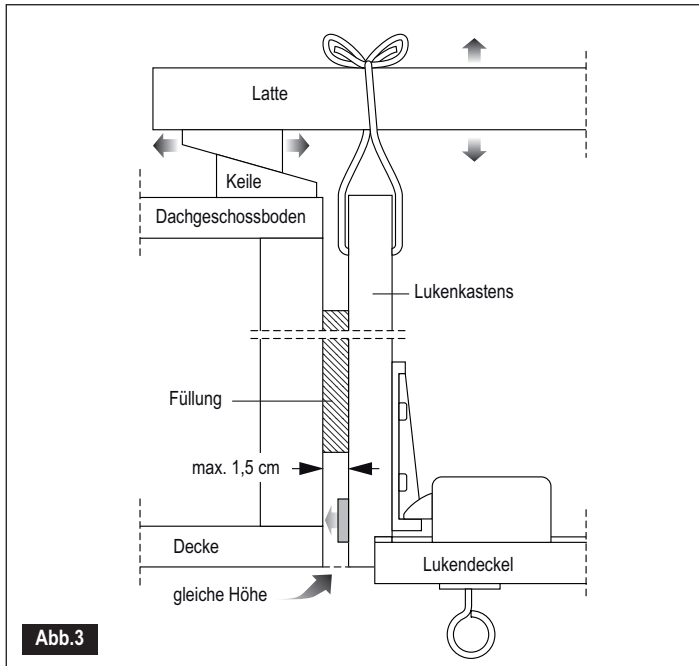
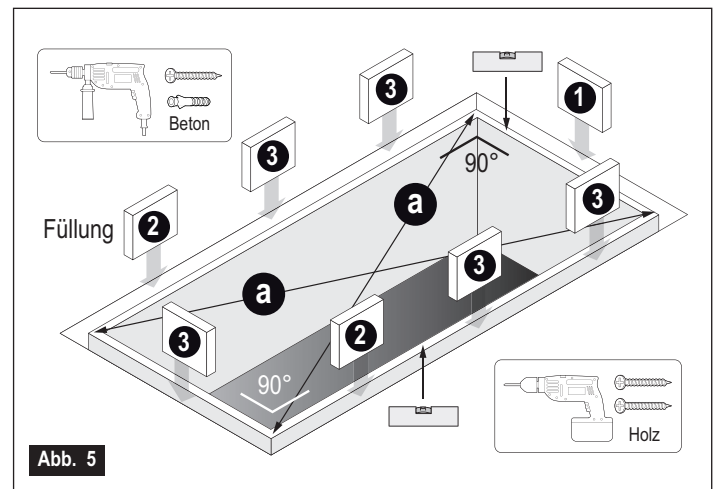

Abb. 3
Abb. 5
- Hängen Sie das Ganze in die Deckenöffnung (Abb.3 oder 4). Die Unterkante des Lukenkastens muss mit der Unterseite der Decke übereinstimmen. Wenn das nicht der Fall ist, müssen Sie den Raum auffüllen, indem Sie Füllteile (Keile) zwischen die Latten und den Dachgeschossboden legen, sodass der Lukenkasten auf genau die richtige Höhe eingestellt werden kann. Füllen Sie den verbleibenden Platz zwischen dem Lukenkasten und dem Dachgeschossboden an den Stellen mit Holzteilen auf (Abb. 5), an denen diese festgeschraubt werden können (Füllmaterial ist nicht im Lieferumfang enthalten).
- Für eine richtige Positionierung muss der Lukenkasten rechteckig eingebaut werden. Die Diagonalen müssen dafür die gleiche Länge haben (Abb. 5). Schließen Sie jetzt die Luke und kontrollieren Sie, ob der umlaufende Spalt zwischen dem Lukenkasten und der Luke rundherum gleichmäßig ist. Befestigen Sie den Lukenkasten jetzt sicher mit den mitgelieferten Justierschrauben oder Keilbolzen (nicht im Lieferumfang enthalten). Wir empfehlen, dazu mindestens 10 Schrauben (min. 6 x 70 mm) zu verwenden.